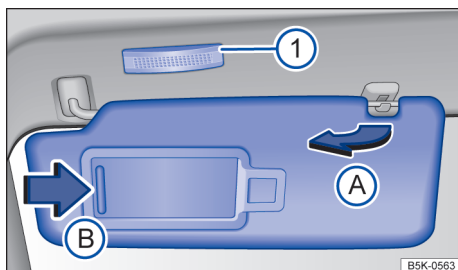

Fig. 95 No revestimento do teto dianteiro: para-sol.
- Retirar do suporte e virar na direção das portas → Fig. 95 A.
No para-sol rebatido para baixo encontra-se um espelho de cortesia atrás de uma cobertura. Ao abrir a cobertura → Fig. 95 B acende-se a lanterna → Fig. 95 1.